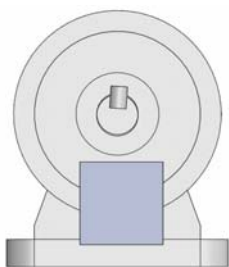

图 13-54 前视图
⑧ 单击“标准”工具栏中的“前视”图标按钮，将视图切换到前视，将相机橇移动到如图 13-54 所示的位置。